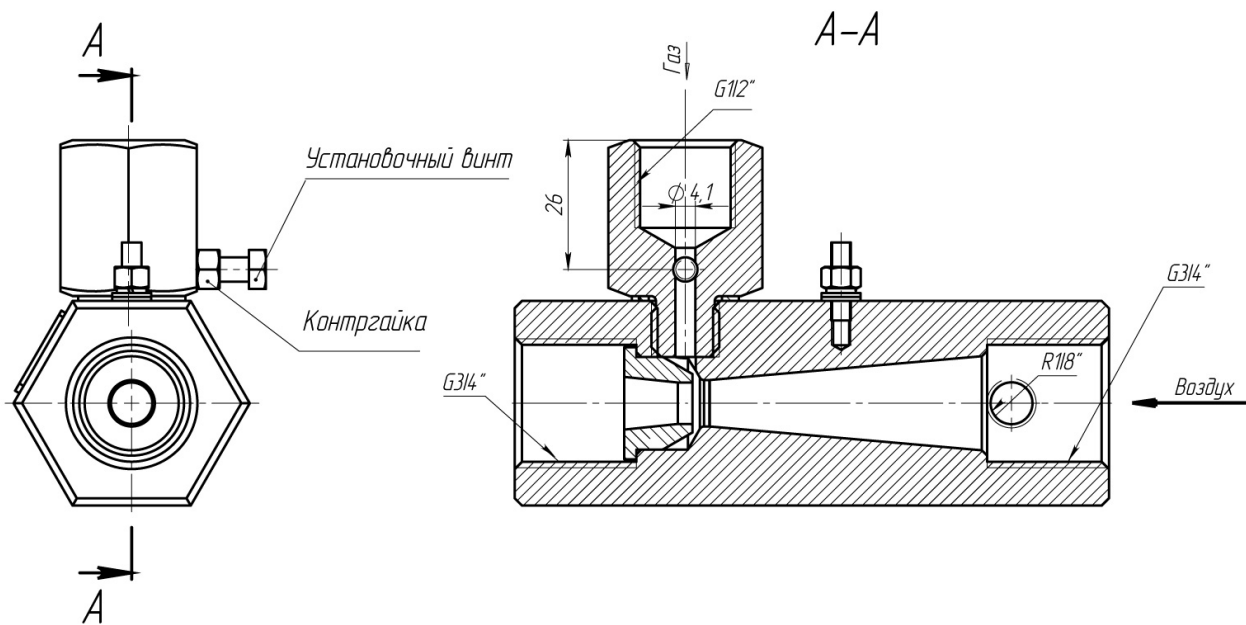

Рисунок 5 – Регулировка смесителя горелки ТЕРМОПИЛОТ
5.3 Нужно соотношение газ/воздух достигается следующим образом (см. рис. 5):